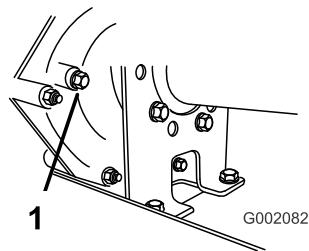

Рисунок 56
2. Выверните болт из отверстия индикации уровня (Рисунок 56).